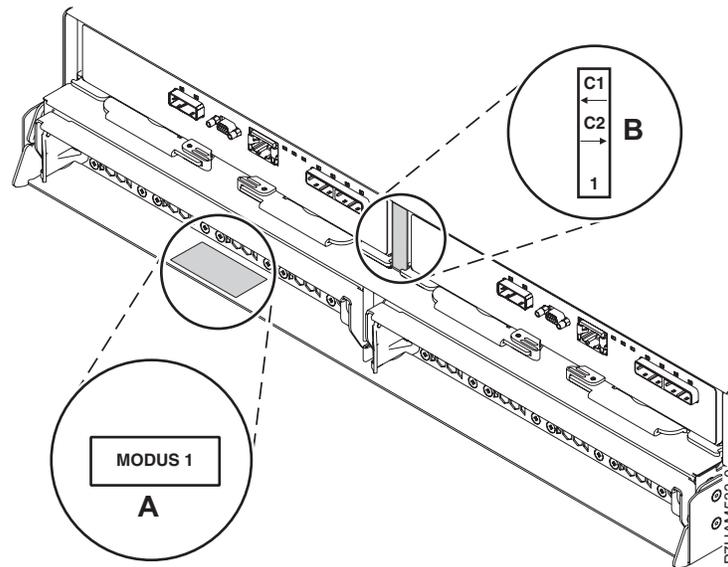

Abbildung 11. Positionen der Modusaufkleber an der Rückseite von Plattenlaufwerkgehäuse 5887
1. Überprüfen Sie den werkseitigen Modus des Plattenlaufwerkgehäuses 5887 anhand der Angaben auf den Aufklebern, die sich auf der Rückseite des Gehäuses befinden. Die Aufkleber sind am unteren linken Fach des Chassis (**A**) und am mittleren Stützelement zwischen den ESM-Modulen (ESM = Enclosure Services Manager) (**B**) angebracht. Die Aufkleber geben an, ob das Gehäuse auf den Modus 1, Modus 2 oder Modus 4 festgelegt ist. Einzelheiten finden Sie unter Abb. 11.